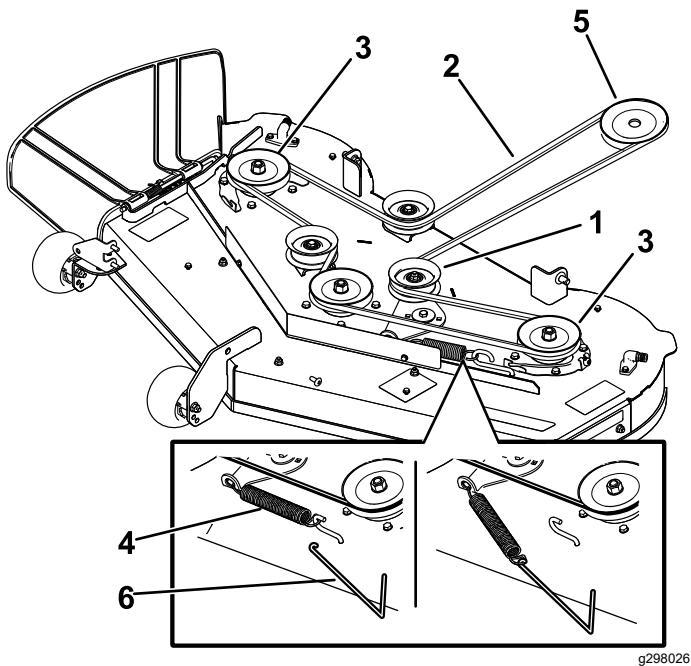

Figure 55
- À l'aide d'un outil de dépose de ressort (réf. Toro 92-5771), décrochez le ressort du crochet sur le plateau pour détendre la poulie de tension, et déchausez la courroie des poulies (Figure 55).
- Acheminez la courroie neuve autour des poulies du moteur et du plateau de coupe (Figure 55).
- À l'aide d'un outil de dépose de ressort (réf. Toro 92-5771), accrochez le ressort à l'ergot sur le plateau pour tendre la poulie de tension et la courroie de plateau du coupe (Figure 55).